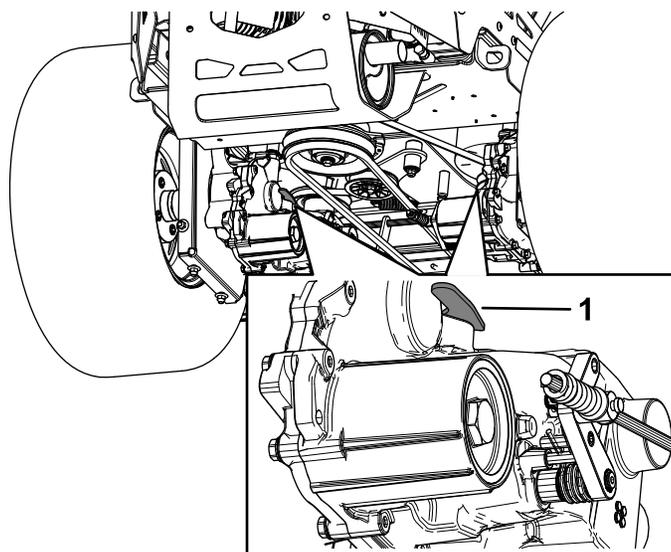

Рисунок 34
3. Чтобы перемещать машину толканием, переведите оба рычага перепуска вперед и зафиксируйте их на месте (Рисунок 34).
5. Чтобы работать на машине, переведите рычаги перепуска назад и зафиксируйте их на месте (Рисунок 34).